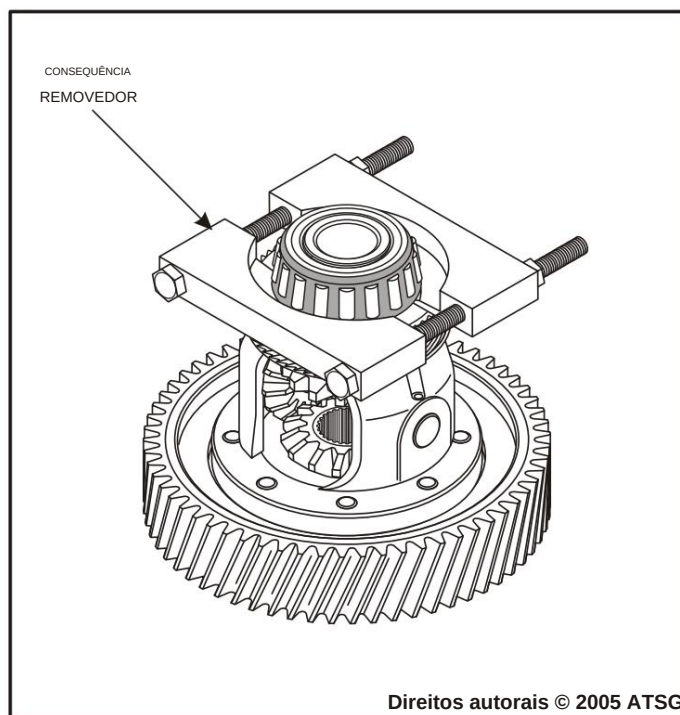

Figura 125
- DIFERENCIAL 4. Remova os rolamentos usando o extrator bipartido e o extrator de engrenagem de serviço geral de tamanho apropriado, conforme mostrado na Figura 125.